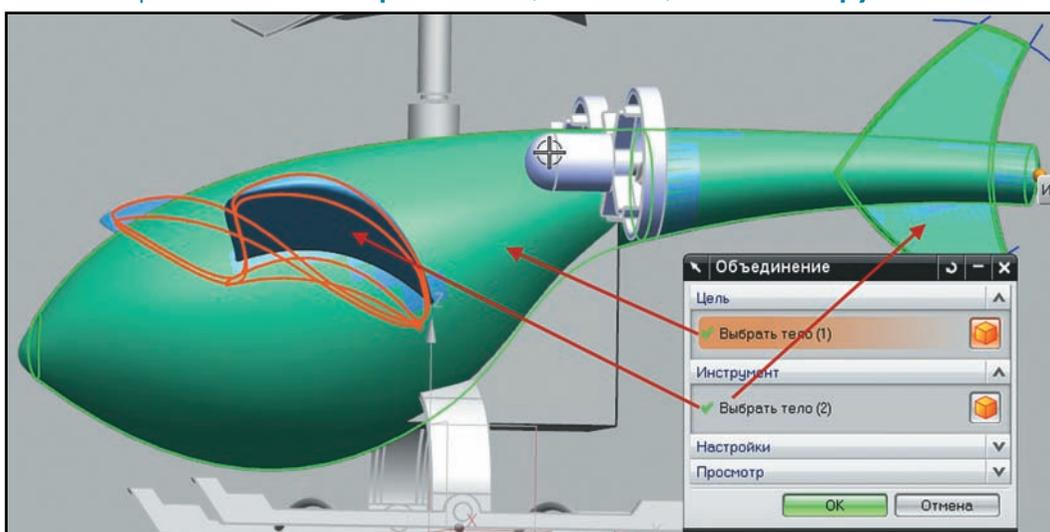

Рисунок 3.45 Объединение полученных тел
- Затем с помощью команды **Вставить > Комбинирование > Объединение (Insert > Combine > Union)** объедините полученную поверхность корпуса с поверхностями крыла и стабилизатора (рис. 3.45).